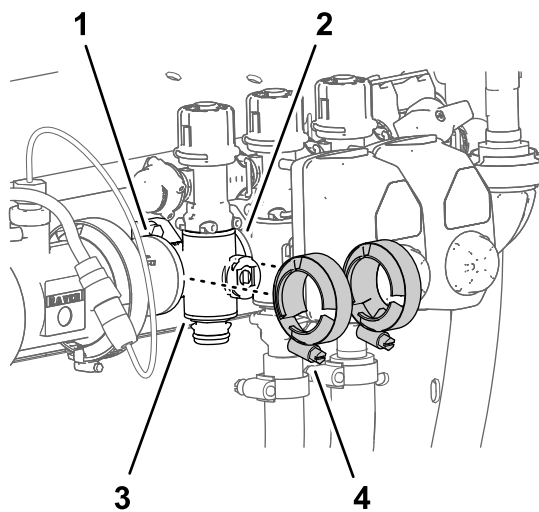

Figura 134
4. Monte provisionalmente las bridas de fijación que retiró en Retirada del distribuidor de sección \(página 91\) en las bridas del distribuidor de la válvula de sección y las bridas de las otras válvulas de sección y/o adaptadores de acoplamiento (Figura 134).
7. Apriete las 2 bridas de fijación a mano (Figura 134).